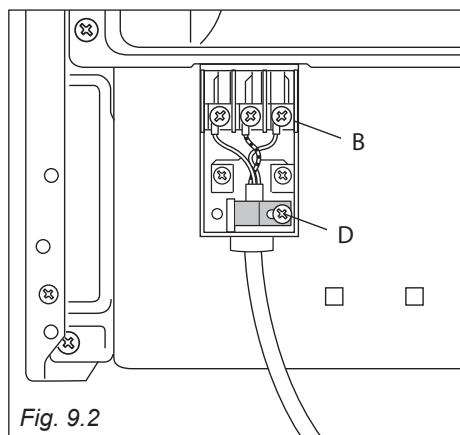

Fig. 9.2
- Svitare il fissacavo "D" (fig. 9.2).